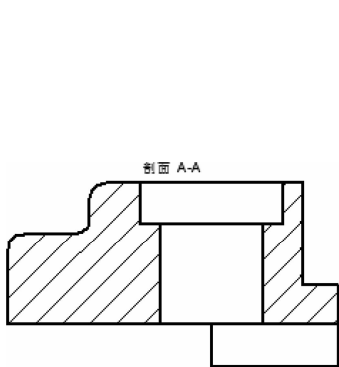

图 9-185 标注主视图简单尺寸
- (1) 工程图中的【标注】和二维图中的【标注】有很大的相似之处。单击【主页】菜单栏中的【尺寸】菜单下的  【智能尺寸】按钮，首先标注视图中的简单尺寸，主视图如图 9-185 所示。